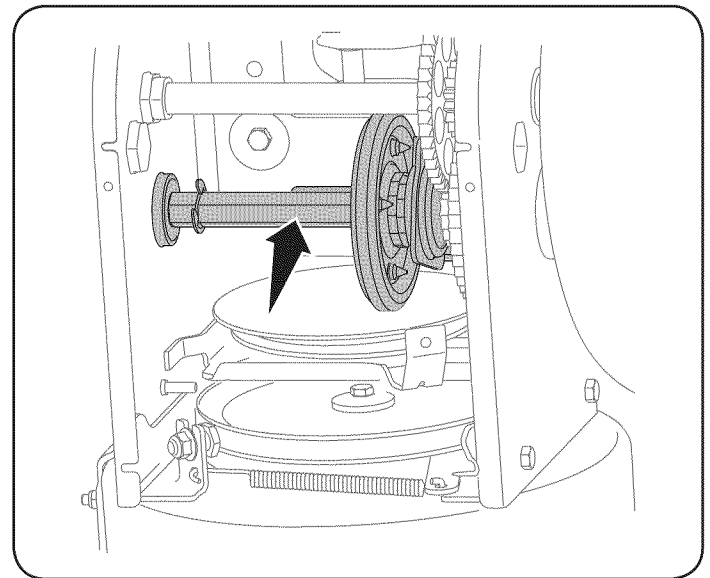

Figura 17
4. Aplique al eje hexagonal una capa ligera de una grasa multiusos apta para condiciones climáticas múltiples. Vea la figura 17.